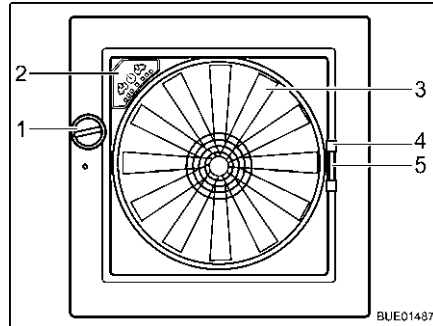

Fig. 115 Lanterneau Omni-Vent
**Ouvrir :** ■ Tourner le bouton rotatif (Fig. 115,1) jusqu'à ce que l'angle d'ouverture désiré soit atteint.
**Fermer :** ■ Tourner le bouton rotatif (Fig. 115,1) jusqu'à ce que le lanterneau soit entièrement fermé.
**Fermer :** ■ Tirer la moustiquaire par la poignée (Fig. 115,4) vers le côté de cadre opposé.
**Fermer :** ■ Presser la poignée (Fig. 115,5) du dispositif occultant.
**Ventilateur** Quand le lanterneau est ouvert, l'intérieur peut être aéré avec un ventilateur à 6 niveaux de puissance (Fig. 115,3). La commande du ventilateur s'effectue sur son panneau de commande (Fig. 115,2).